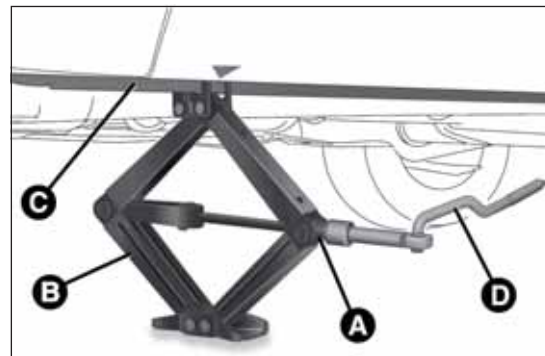

fig. 159
- ☐ inserire la manovella D fig. 159 nella sede sul dispositivo A, azionare il cric e sollevare la vettura, sino a quando la ruota si alza da terra di alcuni centimetri;